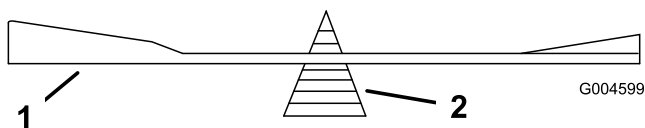

Bild 38
2. Überprüfen Sie die Auswuchtung des Schnittmessers auf einer Ausgleichsmaschine (Bild 38). Wenn das Schnittmesser in seiner horizontalen Position bleibt, ist es ausgewuchtet und kann wiederverwendet werden. Feilen Sie, wenn das Schnittmesser nicht ausgewuchtet ist, an der Rückseite des Messers etwas Metall ab. Wiederholen Sie diesen Vorgang, bis das Messer ausgewuchtet ist.